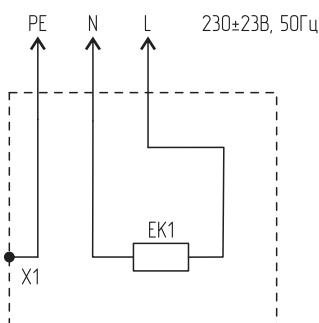

Рисунок 4. Электрическая схема обогревателя
5.2. Схема электрических соединений и узлов показана на рис. 4.